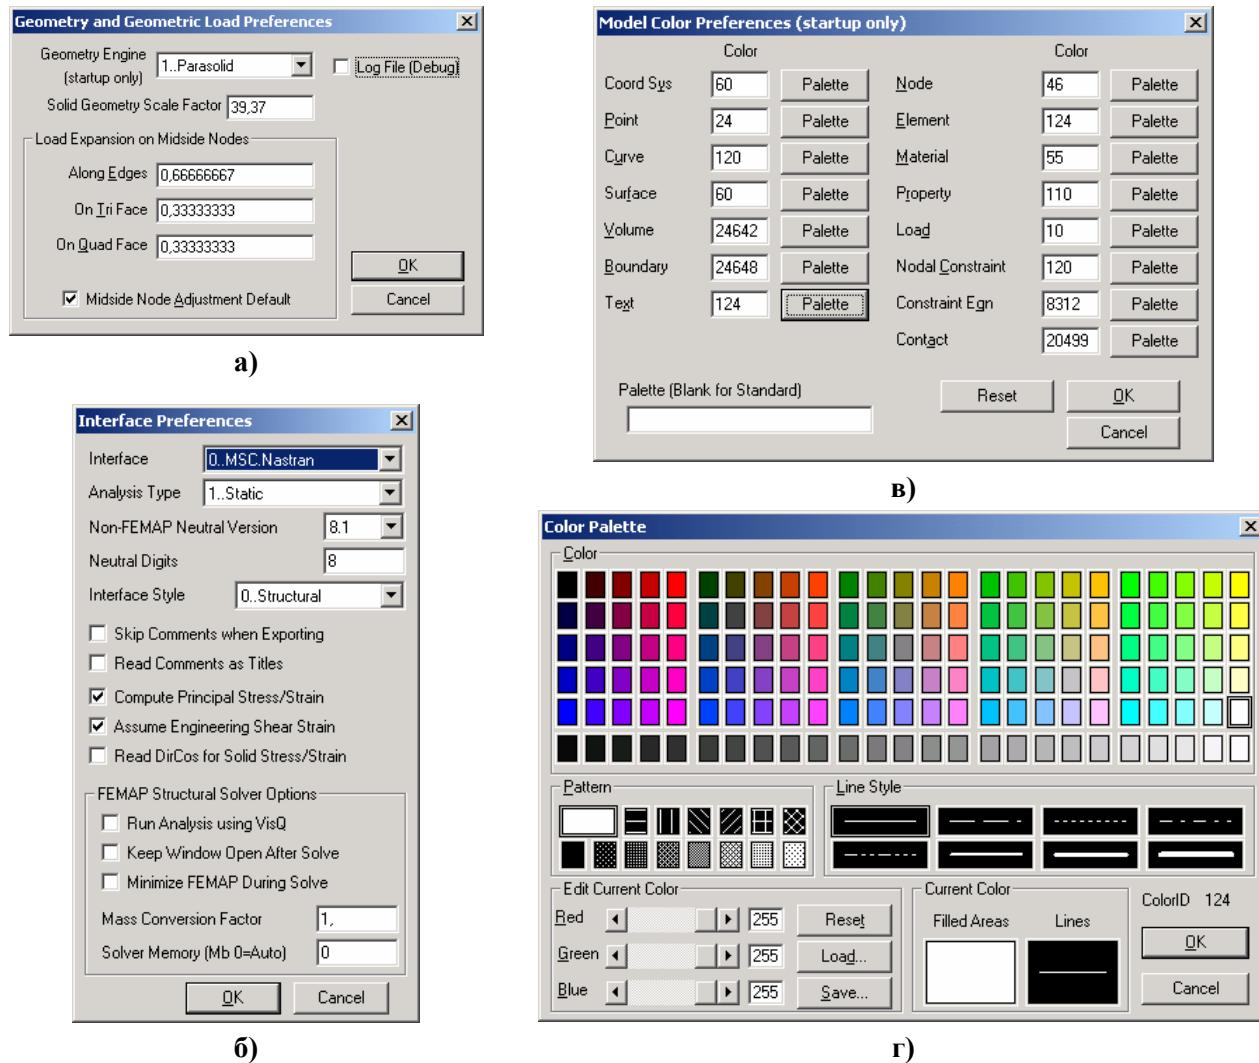

Рис.1.7. Діалогові панелі настроювання:
- **Geometry...** – встановлення параметрів геометричного ядра та імпорту геометрії (див. рис.1.7-а). У вікні „Geometry Engine” можна змінити тип ядра побудови геометрії
- **Interfaces...** – зміна деяких призначень в діалогах, які діють „за замовчанням” (див. рис.1.7-б): „Interface” – програма, із якої (в яку) буде проводитися імпорт (експорт) моделі; „Analysis Type” – тип країової задачі; „Non-FEMAP Neutral Version” – встановлення версії файла типу „FEMAP Neutral” (з розширенням імені .neu) для експорту моделі до програм CAEFEM, CDA/Spring, CFDesign, SINDA/G; „Neutral Digits” або інших – кількість значущих цифр у дійсних числах (у файлі *.neu); „Interface Style” – відповідність інтерфейсу FEMAP (команд меню, діалогів) типу країової задачі: „0..Structural” – повний інтерфейс, „1..Thermal” або „2..Advanced Thermal” – тільки для задач тепlopровідності (останнє – для створення моделі для програми SINDA/G); „Skip Comments when Exporting” – пропустити коментарії при експортуванні моделі; „Read Comments as Titles” – читати коментарії як заголовки; „Compute Principal Stress/Strain” – обчислити головні та середні напруження, інтенсивність напружень (Місес), максимальний зсув тощо (при введенні результатів розрахунків); „Assume Engineering Shear Strain” – обчислювати деформацію зсуву за інженерною моделлю; „Read DirCos for Solid Stress/Strain” – читати напрямні косинуси для напружень та деформацій тривимірного СЕ. У секції „FEMAP Structural Solver Options” (опції структурного аналізатора FEMAP): „Run Analysis using VisQ” – використовувати менеджер візуальної черги (VisQ – від Visual Queue Manager for FEMAP); „Keep Window Open After Solve” – не закривати вікно задачі (Windows) після закінчення розв’язку задачі (для перегляду повідомлень); „Minimize FEMAP During Solve” – не відображати вікно задачі при її розв’язуванні; „Mass Conversion Factor” = 1, якщо застосовувалася одиниця маси, а не ваги, або = 1/9.81 у протилежному випадку; „Solver Memory (Mb 0=Auto)” – фіксований або автоматично розрахований розмір пам’яті для проведення аналізу, у Мбт;
- **Colors...** – встановлення кольорів для елементів геометричної та фізичної моделі країової задачі (див. рис.1.7-в). Кнопки „Palette” викликають панель настроювання кольорової палітри (див. рис.1.7-г). Якщо зміни проведені невдало, можна повернутися до вихідних значень – є кнопка „Reset”.